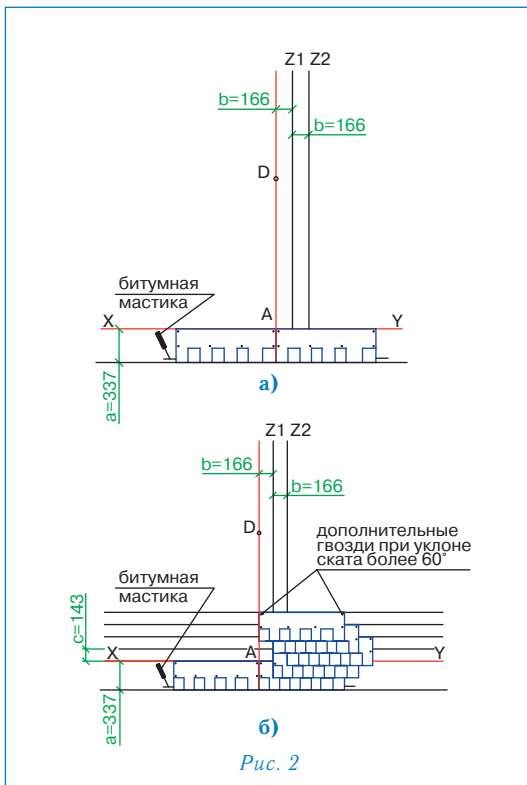

Рис. 2
Укладка материала (рис. 2)
- первый ряд черепицы укладывается от линии AD (рис. 2а);
- второй ряд укладывается от линии Z1 (со смещением 16,6 см от AD) (рис. 2б);